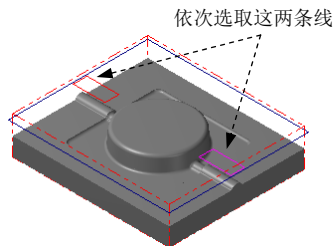

图 12.32 选取切削范围边线
(2) 设置加工边界。在 **Containment boundary** 区域中单击  按钮，系统弹出“串连选项”对话框。在图形区中选取图 12.32 所示的边线，单击  按钮，系统返回至“刀具路径的曲面选取”对话框。
(3) 单击“刀具路径的曲面选取”对话框中的  按钮，系统弹出“曲面精加工平行铣削”对话框。